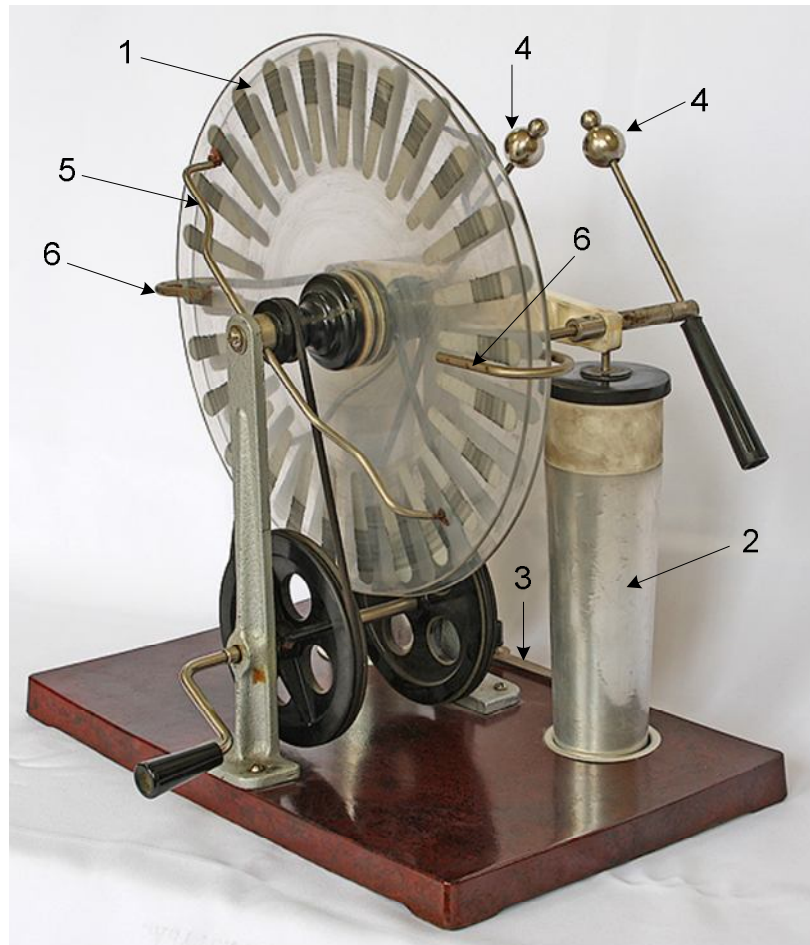

Рис. 1
**Електрофорна машина** (рис. 1) – прилад, що дає можливість одержувати великі заряди і значні різниці потенціалів. Машина працює на використанні явища електризації тертям і електростатичної індукції.